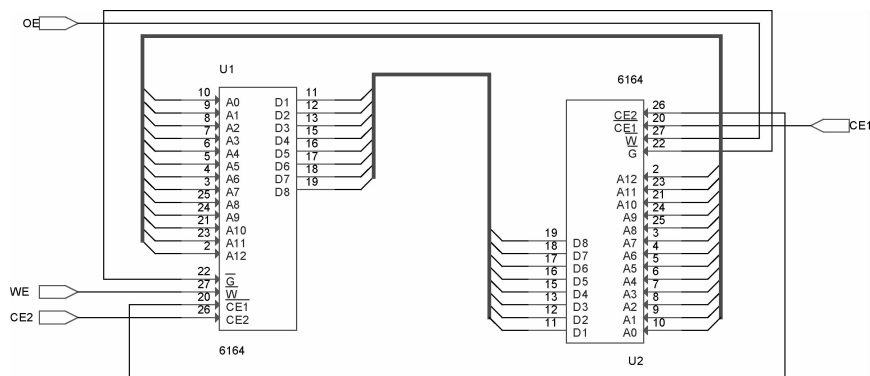

图 6-253 放置总线分支
5) 放置总线分支。选择菜单栏中的“Place（放置）”→“Bus Entry（总线分支）”命令，或单击“Draw（绘图）”工具栏中的“Place bus entry（放置总线分支）”按钮，用总线分支将芯片的引脚和总线连接起来，在放置过程中按 <R> 键旋转总线分支，如图 6-253 所示。